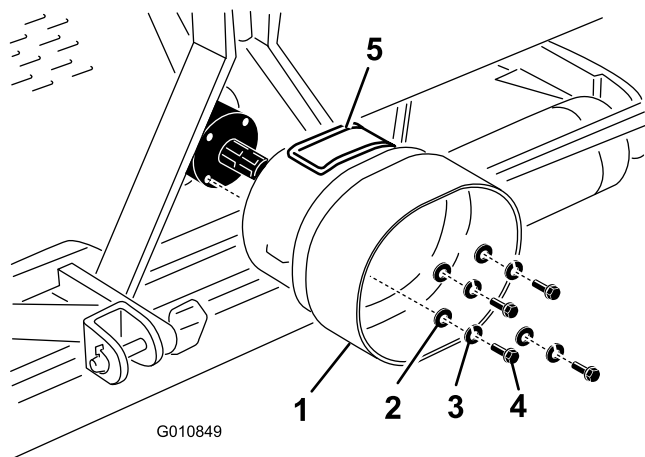

Рисунок 22
- Отверните 4 болта, снимите стопорные шайбы и плоские шайбы, которые крепят заднюю часть редуктора азатора (Рисунок 22).
- Закрепите кожух ВОМ на редукторе азатора снятыми ранее крепежными деталями (Рисунок 22).
Установите панель доступа (Рисунок 22) кожуха ВОМ так, чтобы она находилась сверху или сбоку в зависимости от конфигурации рамы азатора.
Примечание: Панель доступа (Рисунок 22) можно открыть для облегчения снятия и установки деталей крепления вала отбора мощности.